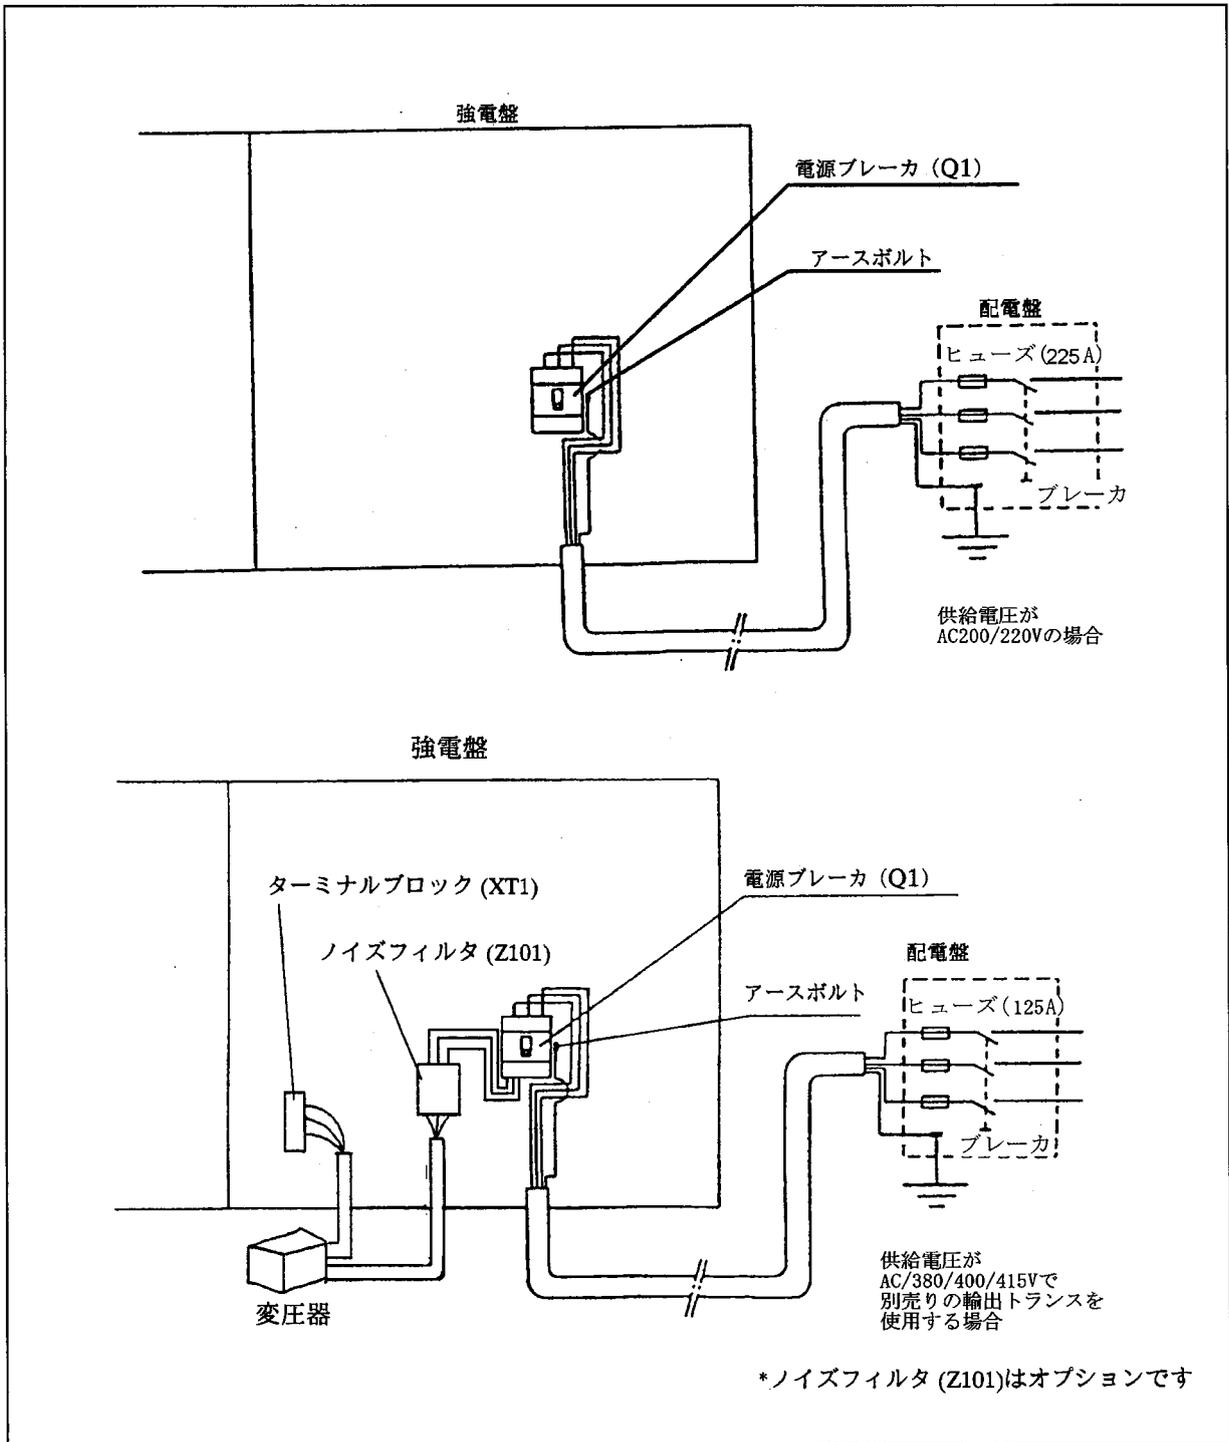

図 1-5 電源接続図
本機では、電源として3相交流の200/220V(50/60Hz)を使用します。AC380/400/415V(50Hz)で使用する場合はオプションの電源トランスを接続してください。本機のための配線工事は、下記の説明にしたがい図1-5を参照しながら行ってください。
(1) 電源ケーブルおよびアース線は、前項(1-7-4)および図1-5を参考に各国の規制にしたがい、布設、接続してください。
(2) 主電源ケーブルの接続
主電源ケーブルを強電盤内のブレーカ(Q1)の1次側に接続します。(図1-5参照)
(3) 電源トランスの接続(供給電源がAC380/400/415Vの場合のみ)(図1-5参照)